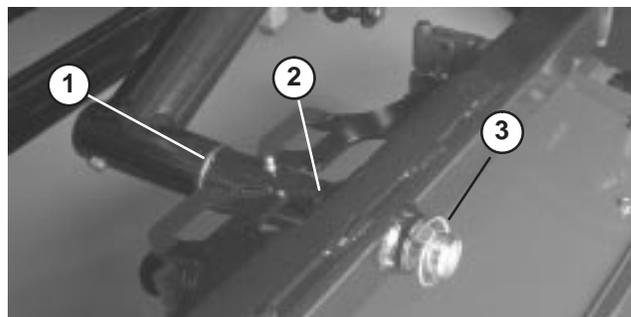

Figure 19
2. Glissez le bâti porteur du plateau de coupe sur la tige de pivot et fixez l'ensemble avec une goupille à anneau (Fig. 19).